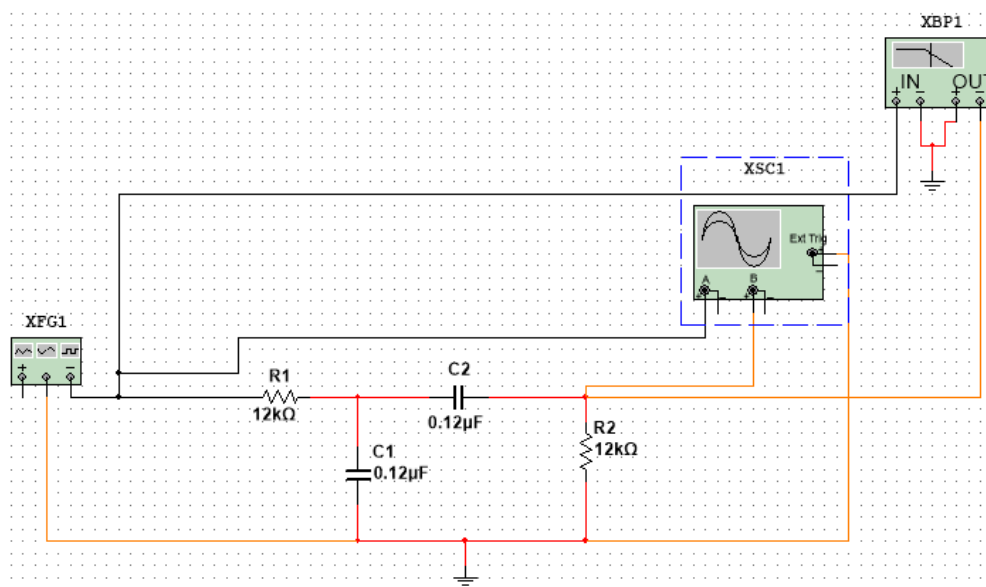
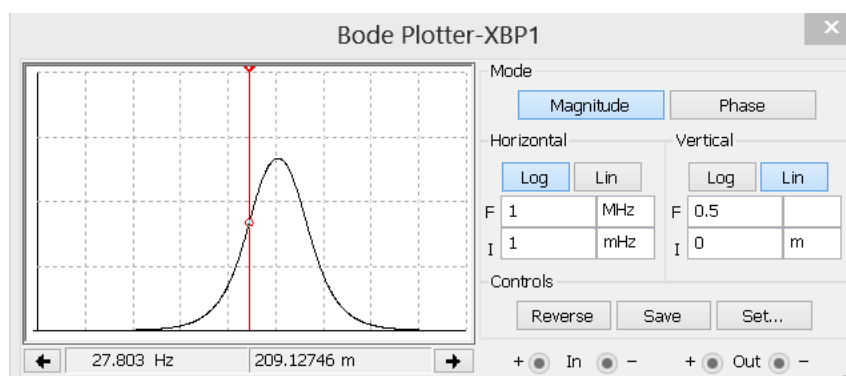

Рисунок 4.1
Рисунок 4.2
1.1 Зібрати схему дослідження смугового фільтра (рис. 4.1) з параметрами: $U_{\text{вх}} = 12 \text{ В}$, $f_{\text{вх}} = N \text{ кГц}$, $R1 = R2 = N \text{ кОм}$, $C1 = C2 = (0,01 \cdot N) \text{ мкФ}$, де N – номер варіанту. Визначити АЧХ, ФЧХ і смугу пропускання отриманого фільтра (рис. 4.2).